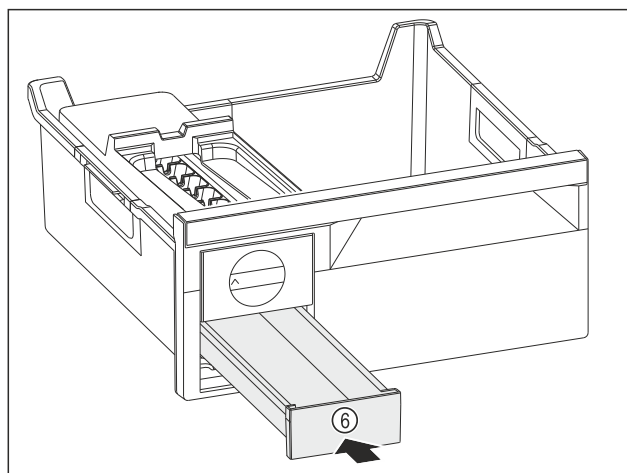

Fig. 115
- Spingere verso l'interno il cassetto del ghiaccio Fig. 115 (6).